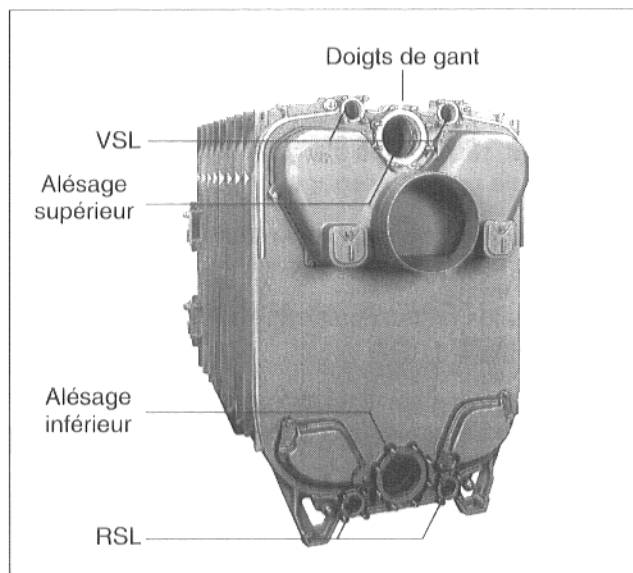

Fig. 19
- Etancher le doigt de gant 3/4" (150 mm de long) en haut, dans le milieu de l'élément arrière (Fig. 19).